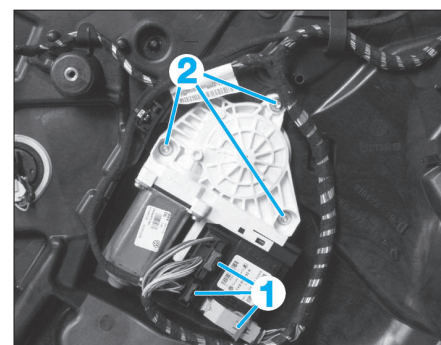

Fig. 63
- Débrancher les connecteurs (1) (Fig.63)
- Déposer les trois vis (2).